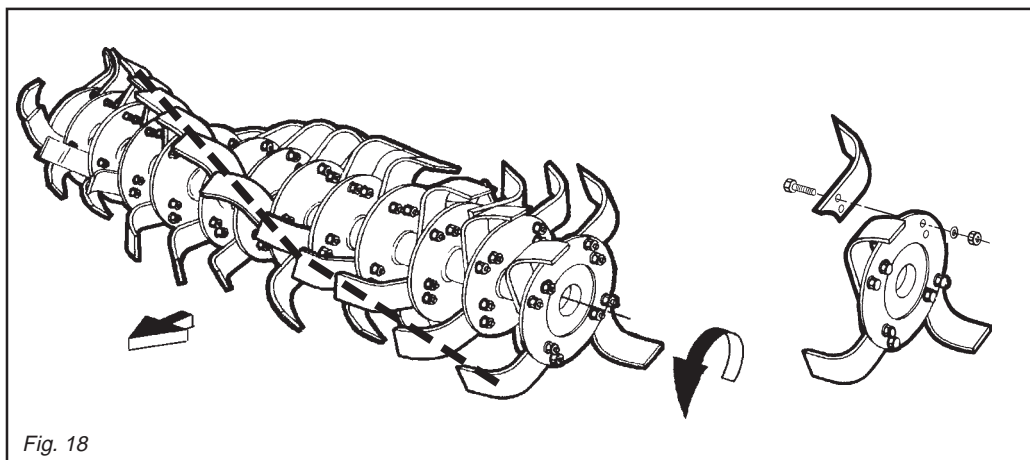

Fig. 18
Le zappette con cui viene equipaggiata la zappatrice sono adatte per la lavorazione su terreni di normale conformazione. Controllare giornalmente la loro usura o integrità. Qualora durante il lavoro dovesse per cause accidentali piegarsi (o rompersi) è necessario sostituirle immediatamente avendo l'accortezza di rimontare la nuova zappetta nella identica posizione di quella da sostituire (Fig. 18). Se fosse necessario sostituire più zappette, è consigliabile effettuare le operazioni di smontaggio e montaggio, sempre una zappetta alla volta, per evitare così errori di posizione.
**I bulloni che fissano le zappette devono avere la testa dalla parte delle zappette e il dado con relativa rondella dalla parte della flangia (Fig. 18).**
Se si devono sostituire le zappette, fare attenzione che le nuove assumano la posizione di quelle smontate (Fig. 18).
*Remember to mount the new hoe blade in exactly the same position as the old one (Fig. 18). If several hoe blades must be replaced, it is advisable to remove and assemble one hoe blade at a time in order to prevent positioning errors.*
***The heads of the bolts fixing the hoe blades in place must be on the side of the hoe blades themselves, while the nut with relative washer must be on the flange side (Fig. 18).***
*If the hoe blades must be changed, remember to set the new blades in the same positions as the demounted ones (Fig. 18).*
Die Hackmesser, mit der die Hackfräse ausgerüstet wird, eignen sich zur Bearbeitung von Boden mit normaler Beschaffenheit. Sie sind täglich auf ihre Unversehrtheit und ihren Verschleiß-zustand zu prüfen. Sollten sie bei der Arbeit verbiegen oder zu Bruch gehen, müssen sie sofort ersetzt werden. Dabei ist zu beachten, daß man das neue Hackmesser an der gleichen Stelle montiert, an der sich das beschädigte befand (Abb. 18). Sollten gleich mehrere Hackmesser zu ersetzen sein, sollte man jeweils ein Hackmesser ein- und ausbauen, um eine falsche Einbau-position zu vermeiden.
**Die Schrauben, mit denen man die Hackmesser befestigt, müssen den Kopf auf der Seite des Hackmessers und die Mutter mit der Unterlegscheibe auf der Flanschseite haben (Abb. 18) Die Werte des Abzugsmoments beachten, das in der Tabelle auf Seite 29 angegeben ist.**
Wenn man die Hackmesser ersetzen muß, darauf achten, daß die neuen in der Position der ersetzten am Hackstern angebracht werden (Abb. 18).
*Les couteaux montés sur la houe sont indiqués pour travailler les sols ordinaires. Contrôlez tous les jours leur usure et intégrité. Lorsqu'ils se plient (ou se cassent) pendant le travail il faut les remplacer aussitôt. Le nouveau couteau devra être monté exactement dans la position de celui à remplacer (Fig. 18). S'il faut remplacer plusieurs couteaux, démontez et montez toujours un couteau à la fois, pour éviter des erreurs de position.*
***Les boulons de fixation des couteaux doivent avoir la tête côté couteau et l'écrou avec la rondelle côté flasque (Fig. 18).***
***Respecter les valeurs des couples de serrage, voir tableau à la page 29. En cas de remplacement des couteaux, veillez surtout à ce que les nouveaux couteaux occupent les positions de ceux démontés (Fig. 18).***
Las azadillas que presenta la máquina son idóneas para trabajar sobre terrenos de normal conformación. Controlar todos los días su buen estado y eventual desgaste. Si durante el trabajo por eventuales accidentes se doblan o rompen es necesario sustituirlas inmediatamente prestando atención de montar la nueva azadilla en la idéntica posición de la precedente (Fig. 18). Si es necesario sustituir varias azadillas aconsejamos efectuar las operaciones de desmontaje y montaje siempre una azadilla a la vez, para evitar errores de posición. Las binadoras presentan de serie 4 azadillas por brida. Es posible sin embargo cuando el terreno es seco, montar 6 azadillas por brida. **Los bulones que fijan las azadillas deben tener la cabeza de la parte de las azadillas y la tuerca con la relativa arandela de la parte de la brida (Fig. 18).**
**Respetar los valores de los pares de torsión según lo indicado en las tablas de pag. 29.** Cuando sustituimos azadillas respetar la posición de las azadillas desmontadas (Fig. 18).